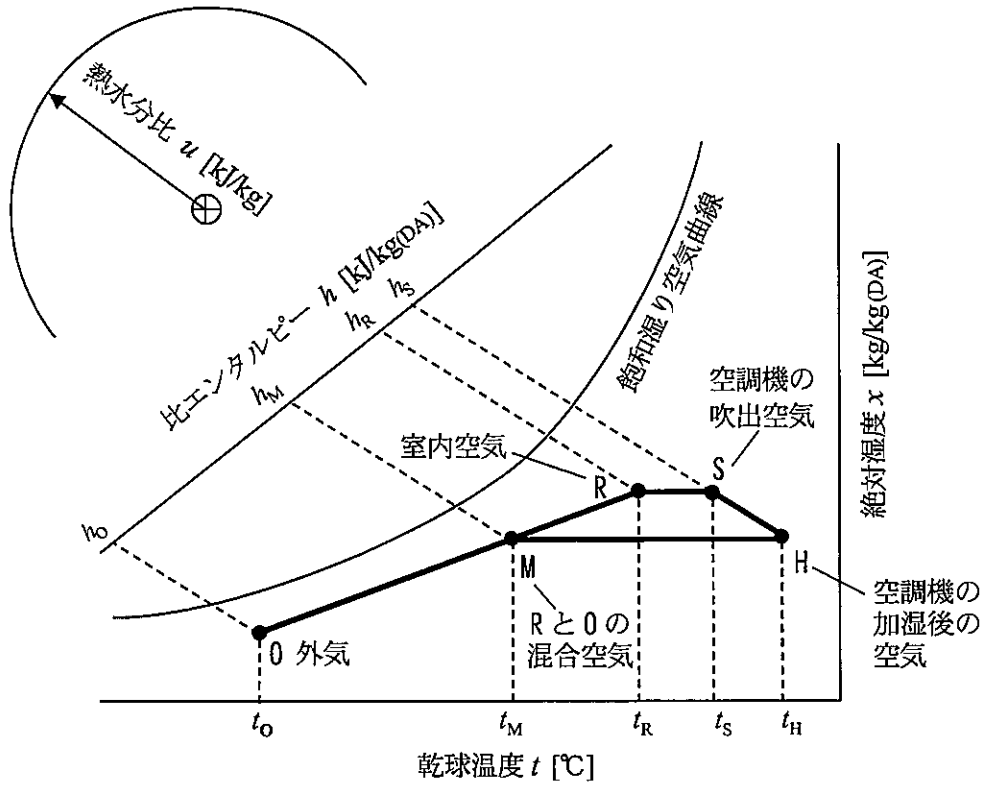

図1 暖房時の空調プロセス (水噴霧加湿)
(2) 図1は、暖房時の空気調和のプロセスを湿り空気線図 ($h-x$ 線図) 上に表したものであり、加湿方式には水噴霧加湿を採用している。